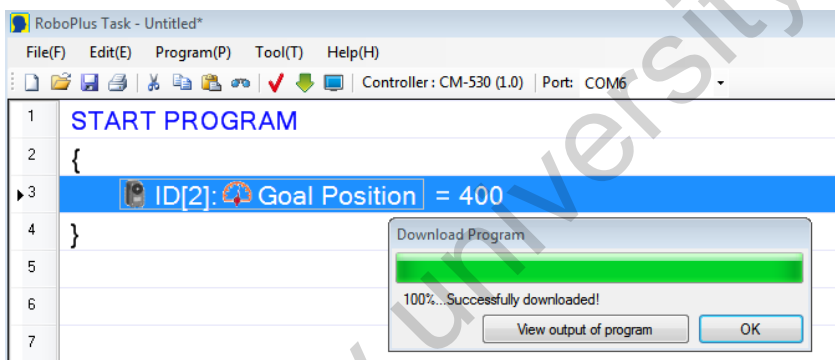

Рисунок 3.27 Результат выбора Download Program (D)
После нажатия команды **Download Program (D)** программа записывается в процессор **CM-530** и на экране компьютера появляется окно предупреждения, в котором надо нажать кнопку ОК (рисунок 3.27).